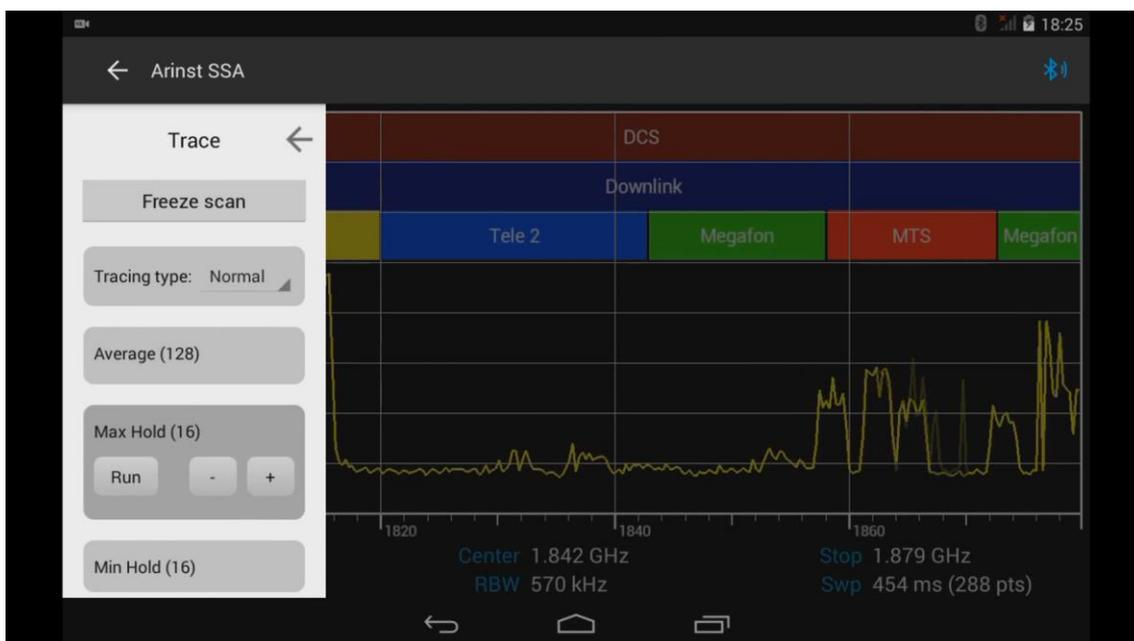

Рисунок 58 – Установка числа сканирований для отображения максимумов
8.9.7. Режим **Max Hold** позволяет отобразить максимальные результаты измерений по нескольким сканированиям. Кнопками «-» и «+» установите необходимое количество сканирований (в диапазоне от 4 до ∞) и нажмите команду запуска **Run**, рисунок 58. Максимальный усредненный результат измерений будет отображаться на экране планшета/смартфона красным графиком.